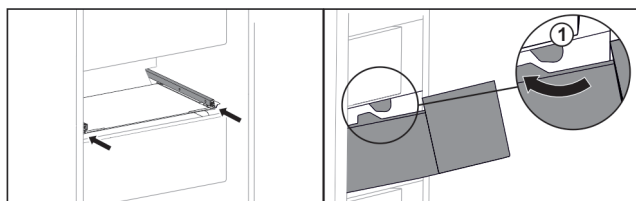

Fig. 39
- ▶ Guider le tiroir en contournant les butées Fig. 39 (1)*